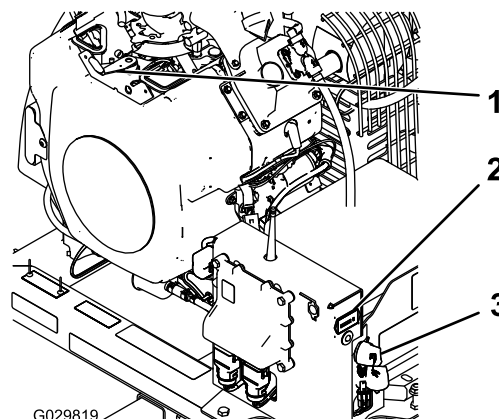

Figura 12
3. Girate la chiave di accensione in posizione di AVVIO (Figura 12).
3. Se lasciate la macchina, girate la chiave in posizione OFF e toglietela dal motore (Figura 12).